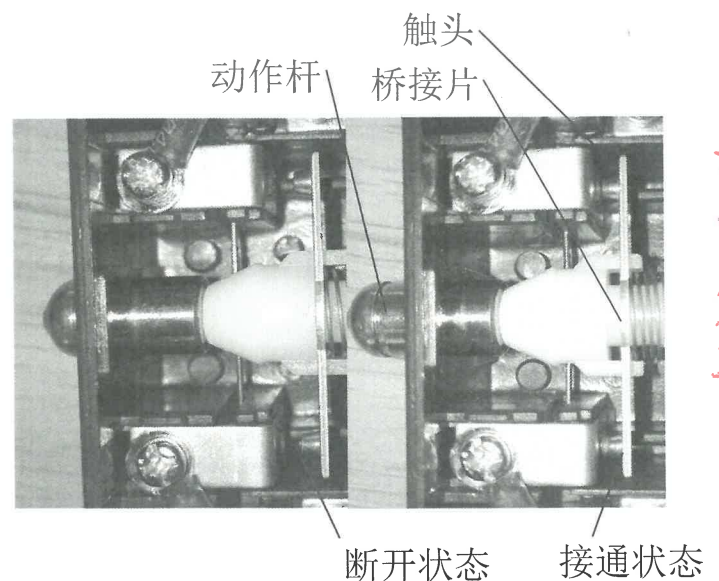

图 7
b)手动触发开关，查看安全回路是否断开。开关接通和断开状态如(图 7)所示。